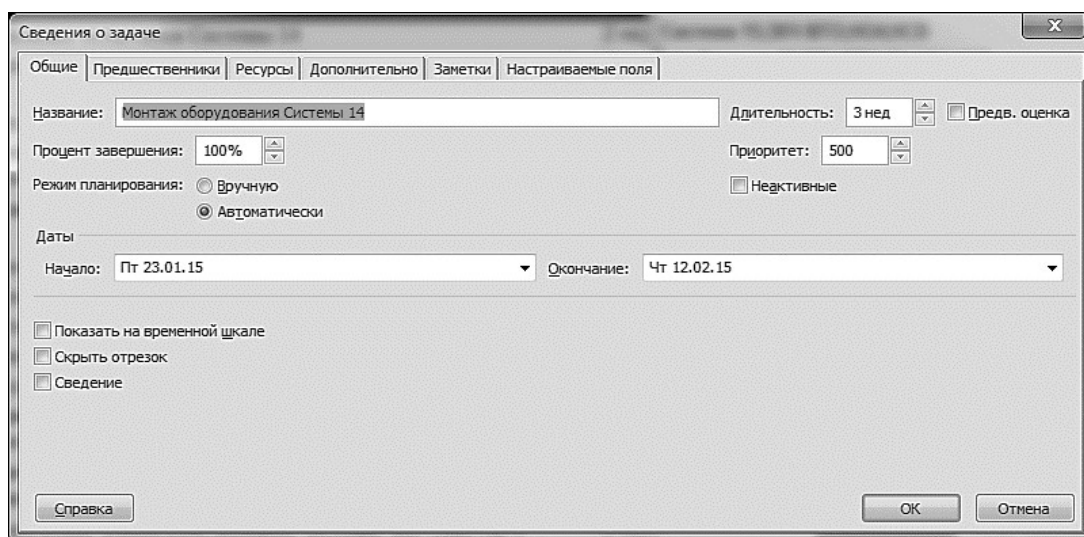

Рис. 18
3. Установить параметры задач. Установка длительности работ осуществляется в соответствующем столбце в левой части Диаграммы Ганта. Для установления длительности операций, а также других параметров задач можно пользоваться окном Сведения о задаче (рис. 18). Для его вызова сделать двойной щелчок мышью на названии задачи. В данном окне можно просмотреть и настроить все параметры задачи. В частности, для задач категорирования с целью продления ресурса имеет смысл установить крайний срок выполнения данной задачи. Для этого перейти в окне Сведения о задаче на вкладку Дополнительно и в ней установить крайний срок проведения категорирования, пользуясь данными о дате ввода в эксплуатацию каждой системы. При разработке не учебных планов целесообразно снабжать задачи необходимыми комментариями, которые вводятся на вкладке Заметки.
4. Определить последовательность операций. Для определения последовательности операций выделить, удерживая клавишу ctrl две операции, которые необходимо связать и нажать кнопку Связать задачи на вкладке Задача (рис. 18).